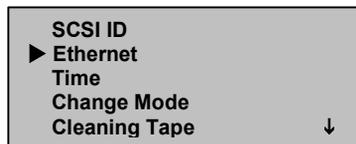

Abbildung 23: Wählen Sie die Option Ethernet aus
3. Scrollen Sie im Untermenü **Configuration** (Konfiguration) zur Option **Ethernet**. (Siehe Abbildung 23.)